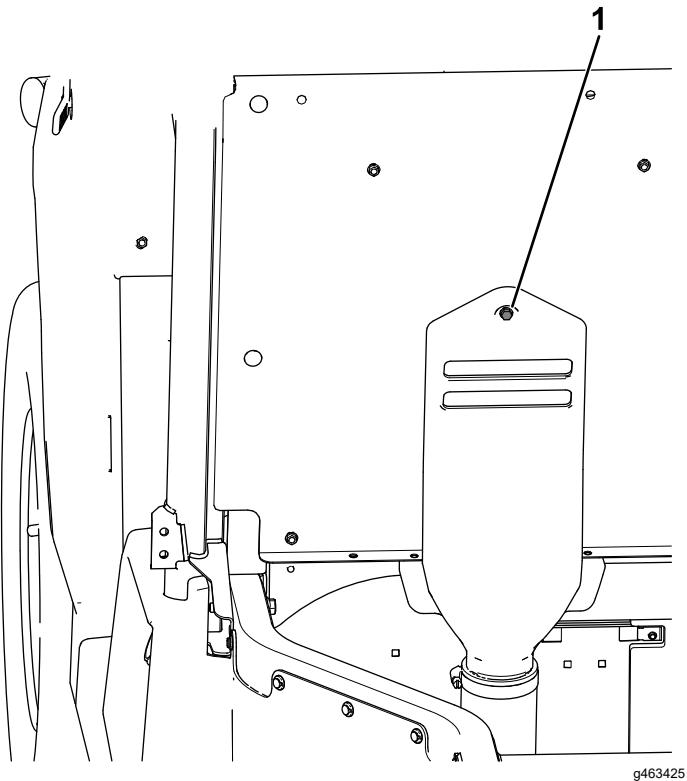

Bild 28
- F. Stecken Sie die unverlierbare Schraube, die an der CVT-Ansaughaube befestigt ist, in das Loch in der Sitzplatte (Bild 28).